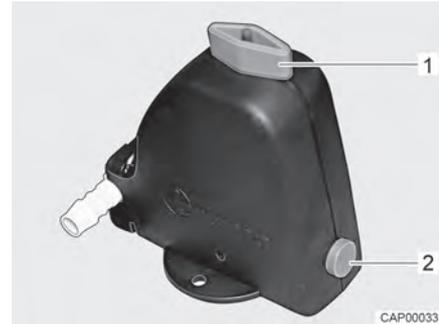

Bild 112 Sicherheits-/Ablassventil geöffnet
- Sicherheits-/Ablassventil (Bild 111) öffnen. Dazu Drehknopf (Bild 111,1) längs zum Sicherheits-/Ablassventil drehen. Der Druckknopf (Bild 111,2) springt heraus. Das geöffnete Sicherheits-/Ablassventil ist in Bild 112 dargestellt.